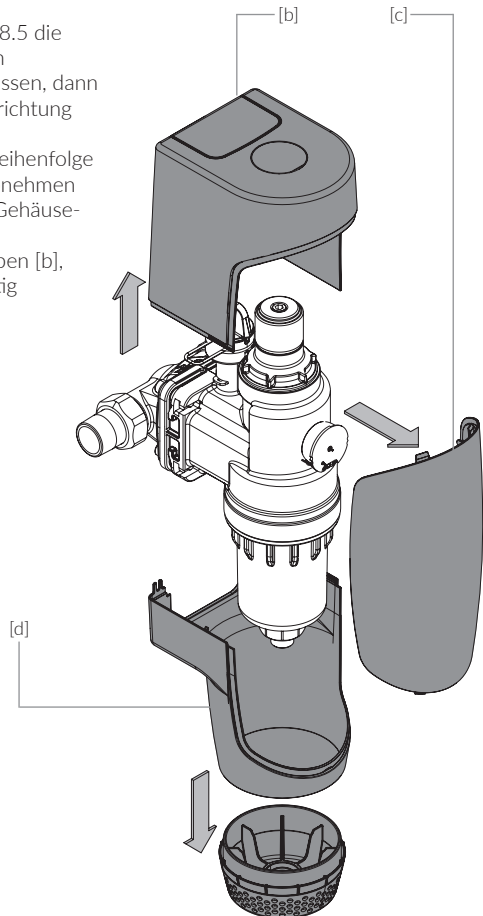

Abb. 8.11
- / Abb. 8.11: Gehäuse, bestehend aus Haube oben [b], Frontblende [c] und Haube unten [d], vorsichtig voneinander lösen und entfernen